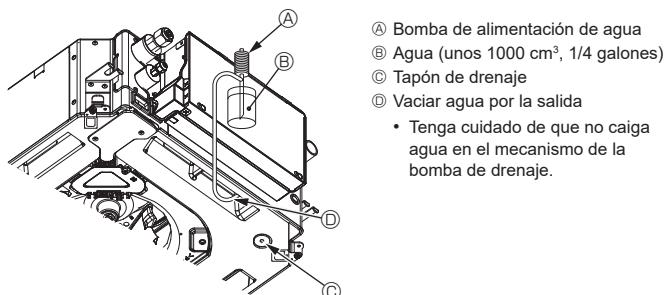

Fig. 6-10
6.3. Comprobación del drenaje (Fig. 6-10)
- * El depósito de drenaje y el ventilador se activan simultáneamente al conectar la tensión monofásica 208/230 V en L1 y L2 del bloque de terminales después de conectar (ON) el conector (SWE) del cuadro del controlador que hay en la caja de derivación eléctrica.